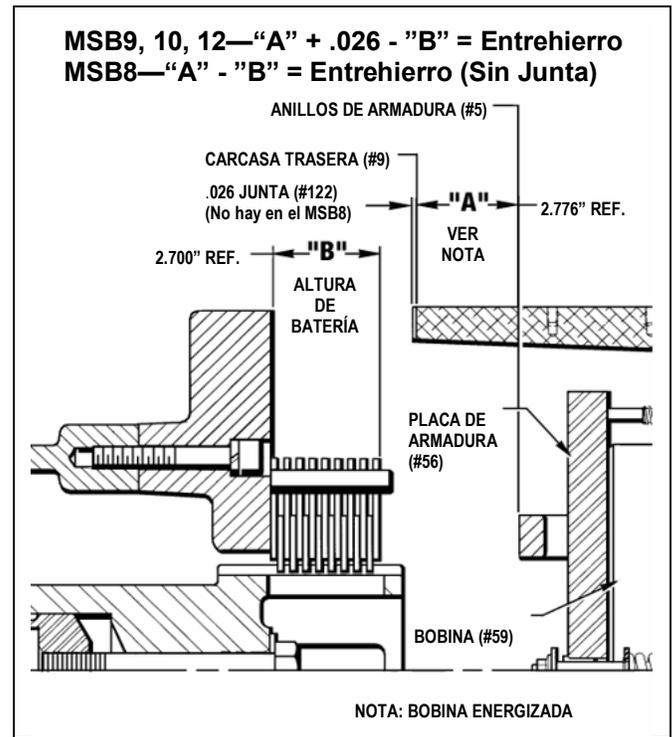

Figura 7.4 - Revisión del Entrehierro para el MSB12
Si la Batería de Frenos necesita ser remplazada, entonces una nueva, que consta de (9) Placas (# 12) y (8) Discos de Fricción (# 13), necesita ser medida para determinar si necesita espaciadores (# 986) en la Batería para tener un **Entrehierro de 0.07"-0.09"**(pulgadas). El Entrehierro es el espacio libre entre la cara frontal de la Bobina (# 59) y la cara posterior de la Placa de la Armadura (# 56) con el Espaciador de Latón en ella (# 184). **(Ver Figura 7.4)**